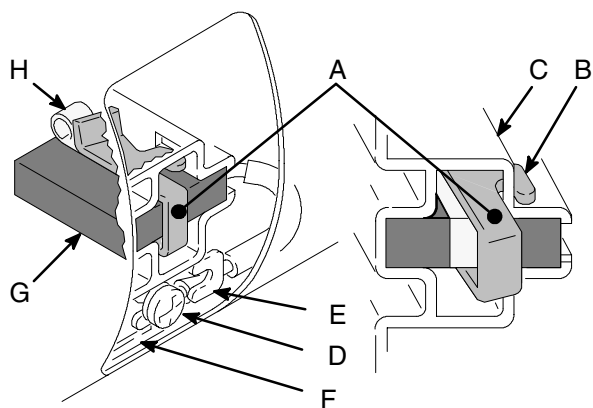

Fig. 5
- Fig. 5. Tryck in fjäderklämman 110816 (A) så att hakarna (B) lossnar från borsthållaren (C). Dra ut fjäderklämman.
- Fig. 5. Lossa anslutningskruven (D). Dra bort borstledningen (E) och lämna kvar motorledningen (F). Ta bort borsten (G) och fjädern (H).
- Fig. 5. Trä in borstledningen (E) under brickan på anslutningskruven (D) och dra åt denna. Se till att motorledningen (F) är ansluten på skruven.